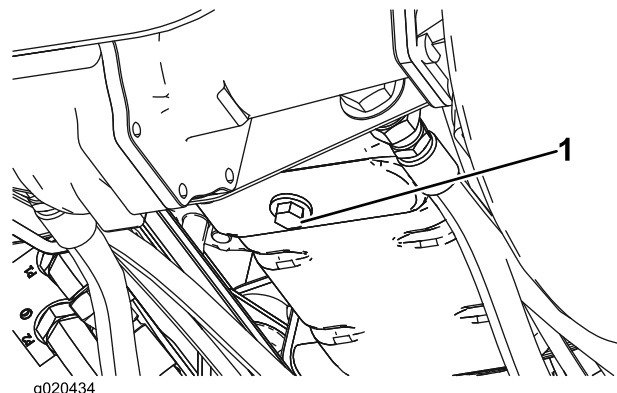

Figura 51
1. Retire o tampão de escoamento (Figura 51) e deixe o óleo escorrer para um recipiente adequado. Quando o óleo for drenado, volte a montar o tampão de escoamento.